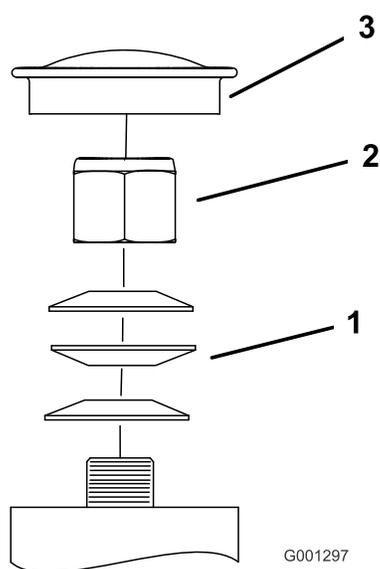

Figure 64
3. Retirez le couvre-moyeu de la roue pivotante et serrez le contre-écrou (Figure 64).
4. Continuez de serrer le contre-écrou jusqu'à ce que les rondelles élastiques soient aplaties, puis desserrez-le d'un quart de tour pour obtenir le précharge correcte des roulements (Figure 64).
Important: Veillez à placer les rondelles élastiques comme montré à la Figure 64.
5. Reposez le couvre-moyeu (Figure 64).